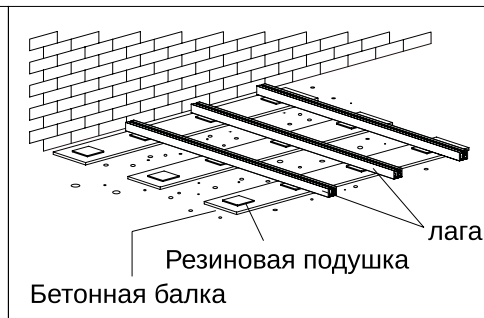

Рис. 2
- На бетонные плиты или опорные балки (рис. 2).